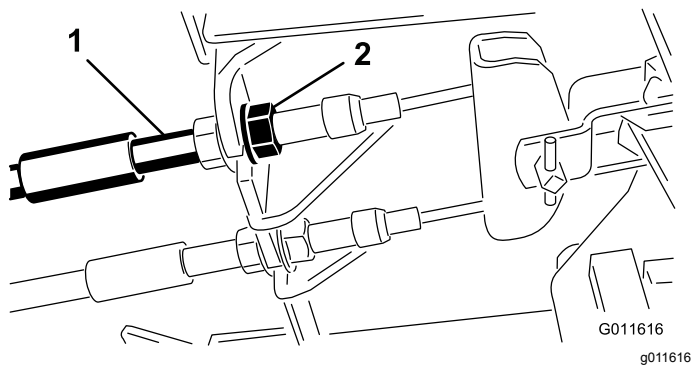

Figura 64
1. Per ridurre il gioco dei pedali del freno, stringete i freni allentando il dado anteriore sull'estremità filettata del cavo del freno (Figura 64).